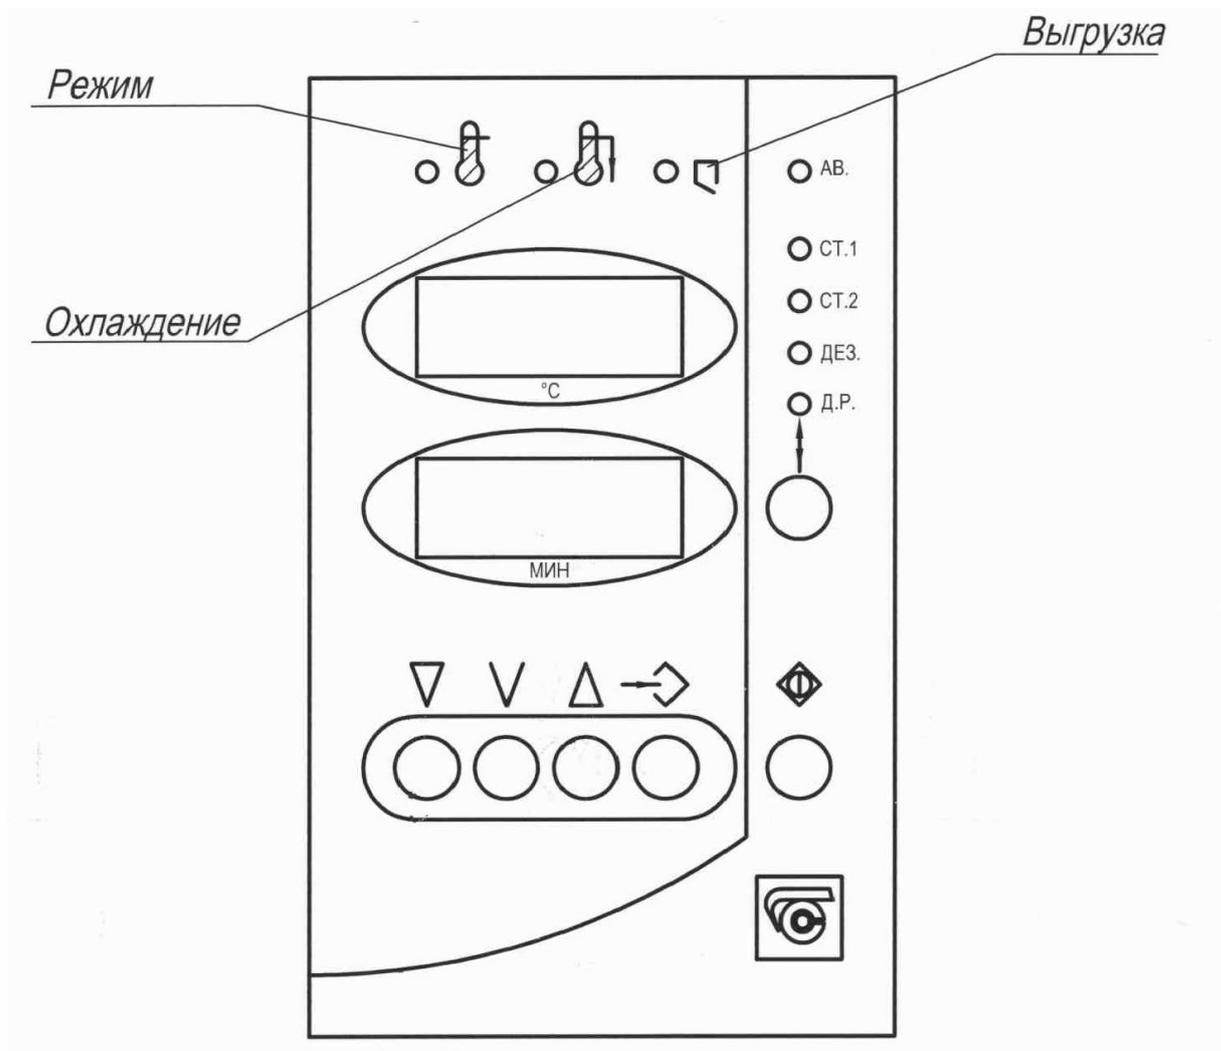

Рисунок 2 – Панель управления
10.4. Включить стерилизатор, нажав на выключатель сети, расположенный внизу приборного отсека, при этом включится вентилятор, на индикаторах температуры «°С» появится текущая температура в камере. Выбрать нужную программу работы стерилизатора путем последовательного нажатия клавиши « \updownarrow » на панели управления (рисунок 2), при этом загорается соответствующий данной программе светодиод. На индикаторах температуры появится значение номинальной температуры выбранного режима, а на индикаторах времени «МИН» – время выдержки для выбранного режима.